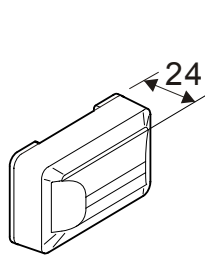

Рис. 1
- FDAI91 (рис. 1) для крепления к рамам